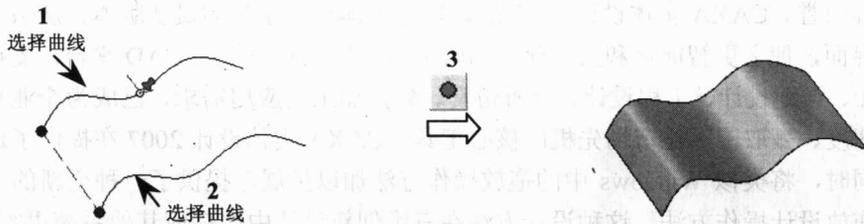

图 3-85 【直纹面】操作步骤
(2) 在【曲面】工具条中单击【直纹面】按钮, 然后根据图 3-85 所示进行操作。